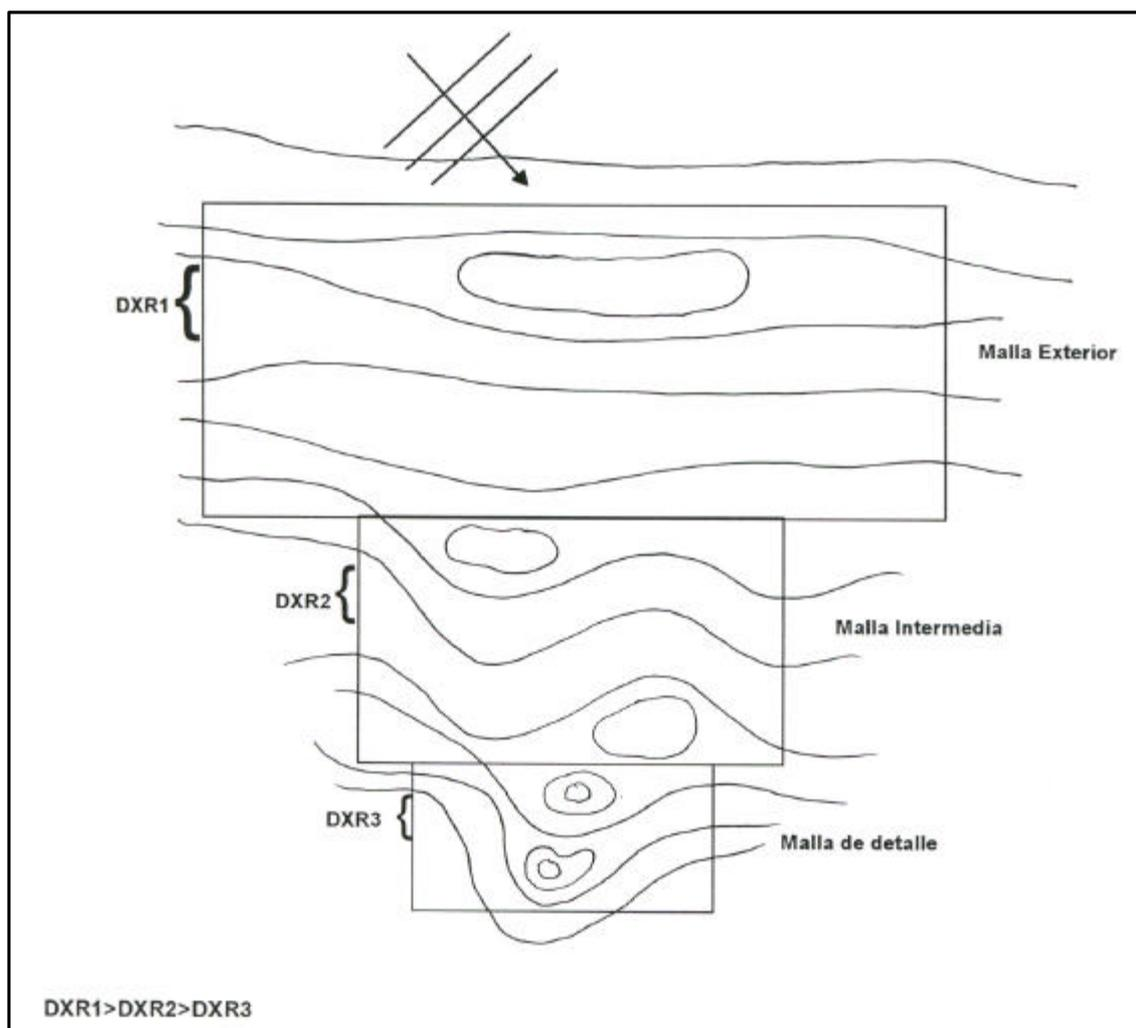

Figura 6.1. Mallas anidadas definidas por escalas de variaciones en la batimetría
- Anidar o encadenar mallas en serie en la dirección del eje X , a partir de una malla externa que comienza en un punto donde se conoce el oleaje, ver (figura 6.1). La malla externa posee un tamaño de elementos de acuerdo a las variaciones espaciales de la batimetría, esta malla se extiende en el eje X , hasta cuando se presenten variaciones en la batimetría que sean menores a los tamaños de los elementos de la malla, la nueva malla con mayor resolución se anida en la última fila en X . A continuación se repite el mismo proceso, si es necesario, hasta alcanzar la zona de estudio con la que denominaremos malla de detalle, la cual posee una resolución de malla adecuada con la batimetría. Es importante tener en cuenta que si se desea estudiar las corrientes por rotura en la última malla (Malla de detalle), el contorno del encadenamiento debe estar alejado de la zona de rompiente de las olas (ver detalles al respecto en la sección 3.6 del manual de referencia del Copla-(MC/SP) “Corrientes de rotura del oleaje”).